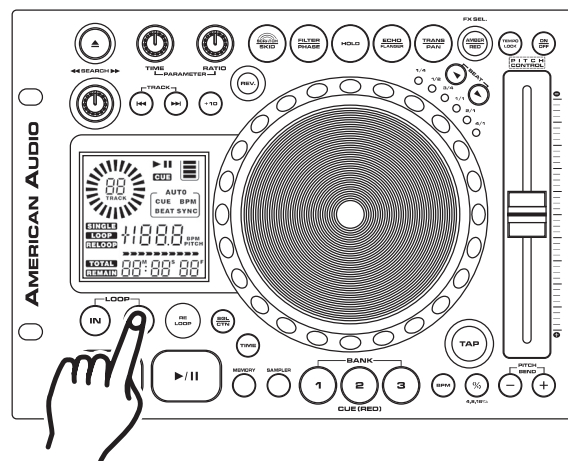

Figura 23
- PARA LOGRAR UN RULO MÁS CORTO: Presione el BOTÓN OUT (24) en un punto anterior de la pista (Figura 23).
- PARA LOGRAR UN RULO MÁS PROLONGADO: Presione el BOTÓN OUT BUTTON (24) en un punto posterior de la pista (Figura 23).
2) Presione el BOTÓN MEMORY (31). El BOTÓN MEMORY (31) se iluminará en color rojo, lo que indicará que la memoria está lista para almacenar.
3) Seleccione y presione uno de los tres BOTONES BANK (29) en donde desea guardar su rulo y presione ese botón.
4) La señal LED correspondiente al BOTÓN MEMORY (31) se apagará una vez que la muestra haya sido almacenada en la memoria.
5) La muestra ya ha sido guardada. El rulo original que usted utilizó para crear la muestra seguirá reproduciéndose hasta que se presione BOTÓN OUT (24) (Figura 23).
6) A partir de ahora, la muestra guardada puede recuperarse en cualquier momento, incluso cuando la unidad se encuentre en modo de PAUSA (PAUSE). Para recuperar la muestra, asegúrese de que la función muestra esté activada y presione el BOTÓN SAMPLE (30) hasta que se encienda la señal LED roja del botón muestra. Para reproducir la muestra en modo de rulo continuo, deje encendida la función muestra. Si desea reproducir la muestra sólo una vez, apague la función de muestra inmediatamente después de iniciarla. Cuando la función de muestra permanece encendida, la muestra sigue sonando hasta que la función sea apagada.